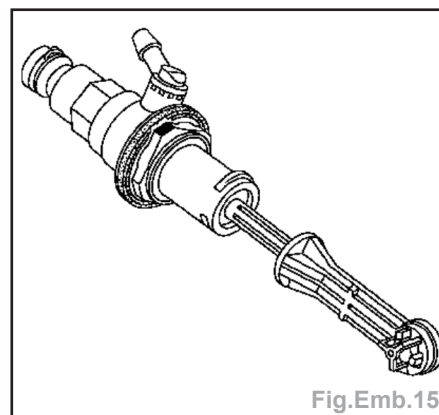

Fig.Emb.15
• L'émetteur possède un détrompeur, une seule position existe (Fig.Emb.15).